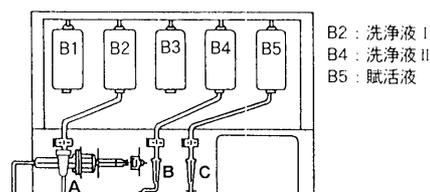

図11 各チャンバーの液充填図
- ① 輸液ライン, 洗浄ライン, 賦括ラインをそれぞれ生理食塩液及び賦括液に接続する。
- ② 3カ所のドリップチャンバー及びその上のチューブに液を満たす (図11) (ドリップチャンバーを指でつまんで半分のレベルまで液を満たす)。輸液ラインのドリップチャンバー (図11 Aのチャンバー B2: 洗浄液I)。
洗浄ラインのドリップチャンバー (図11 Bのチャンバー B4: 洗浄液II)。
賦活ラインのドリップチャンバー (図11 Cのチャンバー B5: 賦活液)。